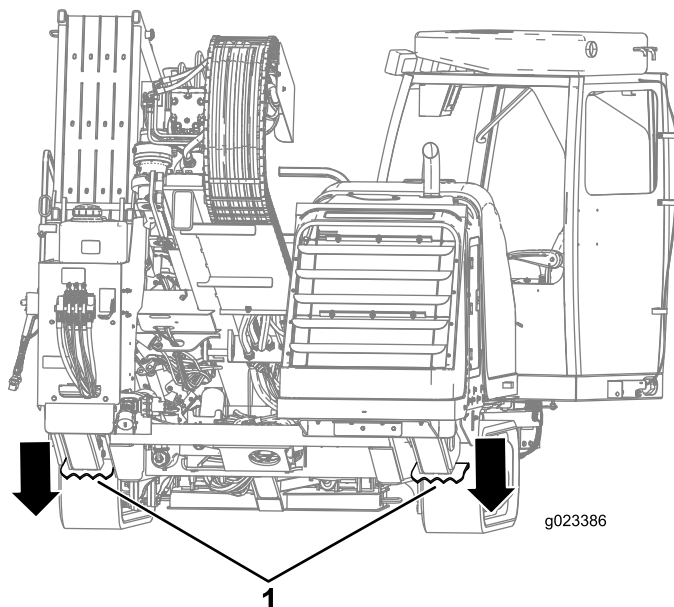

Рисунок 43
5. Опустите задние опоры, чтобы они плотно уперлись в грунт, или так, чтобы получить нужный угол входа (Рисунок 43).